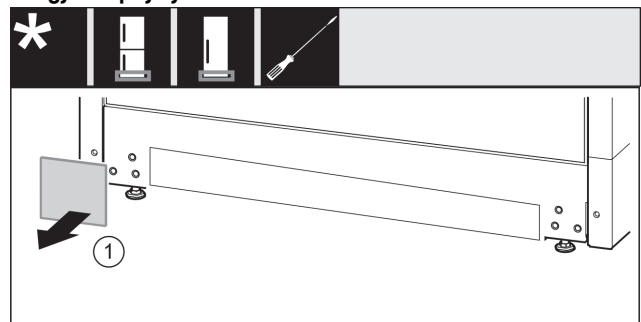

Fig. 16
- ▶ Hiqni kapakun mbulues. Fig. 16 (1)